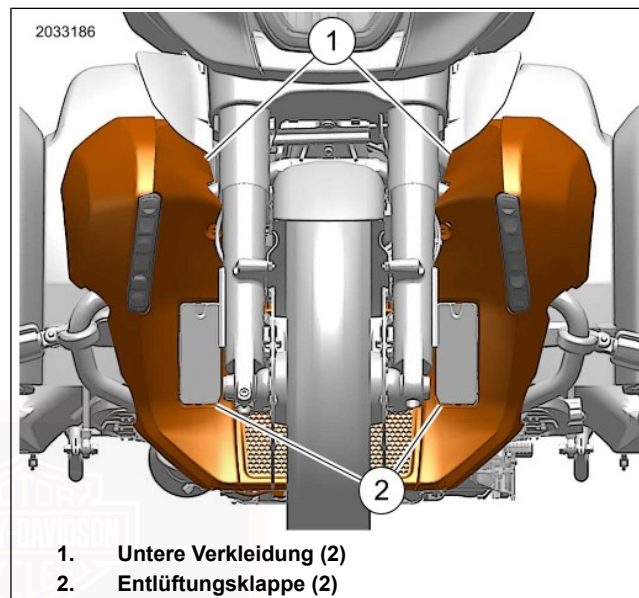

Abbildung 85. Untere Verkleidung
Siehe Abbildung 85. Die Lüftungsklappe (2) der unteren Verkleidung (1) kann verstellt werden, um die Luftströmung komfortabel für den Fahrer anzupassen, und um Luft um den Motor zirkulieren zu lassen. Den Entlüftungsklappenhebel verschieben, um die Lüftungsklappe zu verstellen oder zu schließen.